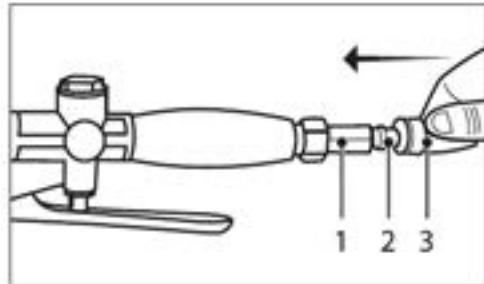

Рис. 5
2. Перед подключением шланга к инструменту продуйте его воздухом для удаления влаги из шланга. Установите патрубок для присоединения шланга 2 (Рис. 5) на входной штуцер 1 (Рис. 5), придерживая входной штуцер рожковым ключом.
- Подключите шланг для подачи воздуха 3 (Рис. 5) к инструменту. Проверьте надежность и герметичность соединения.